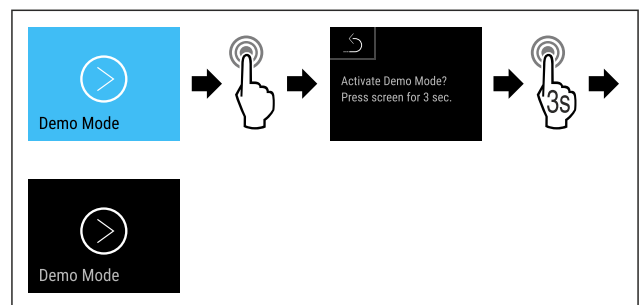

Fig. 161
- ▶ Efectuați pașii de acțiune (vezi Fig. 161) .